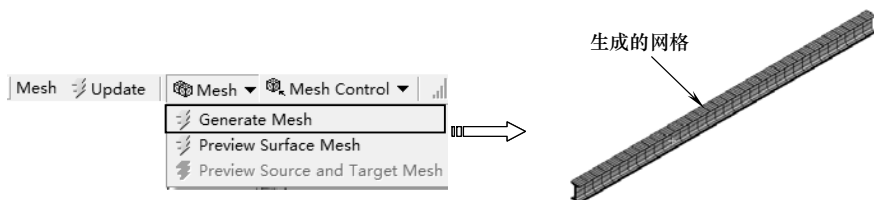

图 9-32 生成网格
3) 在【Outline (分析树)】中选择【Mesh】节点，单击【Mesh】工具栏上的【Mesh (网格)】|【Generate Mesh (生成网格)】命令，将弹出网格生成进度条，表明正在划分网格。当网格划分完成后，进度条自动消失，最终生成效果如图 9-32 所示。